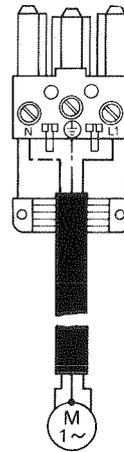

Abb. 3.5
1. Anschluß von Pumpe und Steckverbinder nach Abb. 3.5 vornehmen.